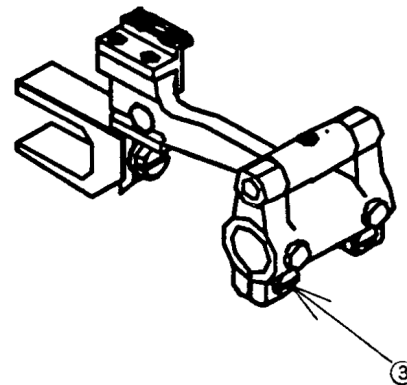

Рис. 5
<ol style="list-style-type: none"> 1. Установите шкалу стежка на «0» мм. 2. Поверните маховое колесо до достижения игловодителем своей наинизшей точки хода. 3. Ослабьте установочный винт в балансире продвижения как показано на Рис. 5. 4. Передвиньте рычаг продвижения таким образом, чтобы точка входа иглы ① совпала с центром игольного отверстия в зубчатой рейке ②, и хорошо зажмите установочный винт. 	<ul style="list-style-type: none"> • Результатом может стать пропуск стежков либо обрыв нити. • Результатом могут стать ослабленные стежки. • Результатом может стать поломка иглы.